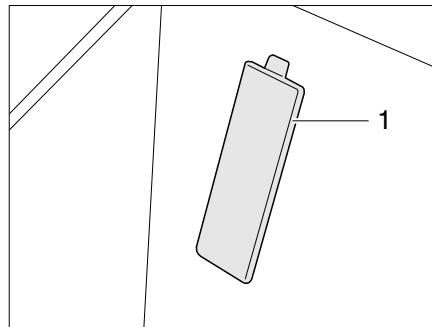

Fig. 390 Cache numéro de châssis (véhicule porteur Fiat)
- ▷ Le numéro de châssis se trouve derrière un cache (Fig. 390,1) dans la zone d'entrée, côté passager sur les véhicules porteurs Fiat.